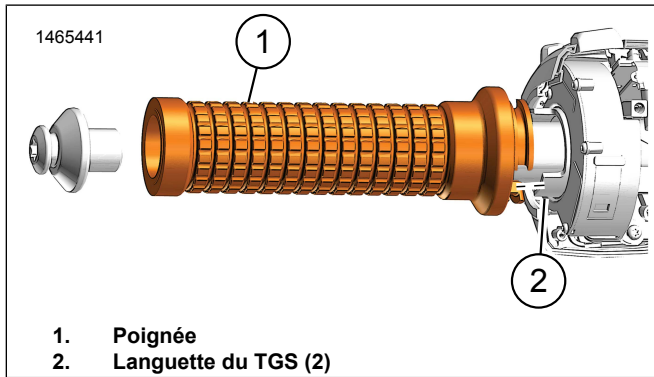

Figure 4. Engagement du TGS
1. Voir la figure 4. Installer la poignée. Consulter le manuel d'entretien.
- a. Aligner Capteur de poignée tournante (TGS) les languettes (2) avec les trous de la poignée (1).